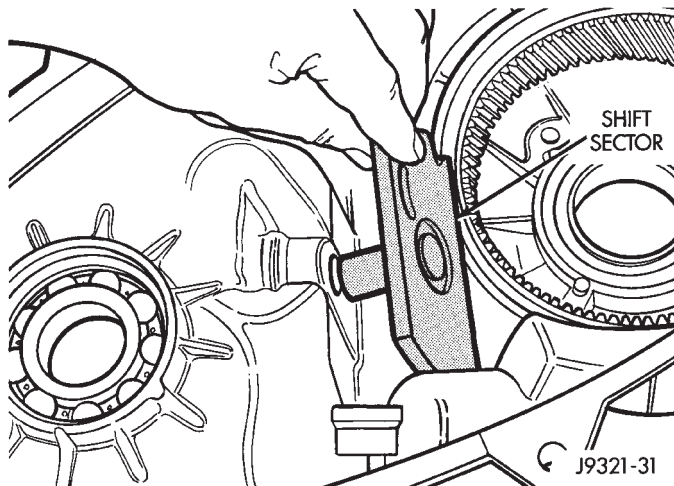

Fig. 57 Shift Sector Installation
- (2) Install shift sector (Fig. 57).